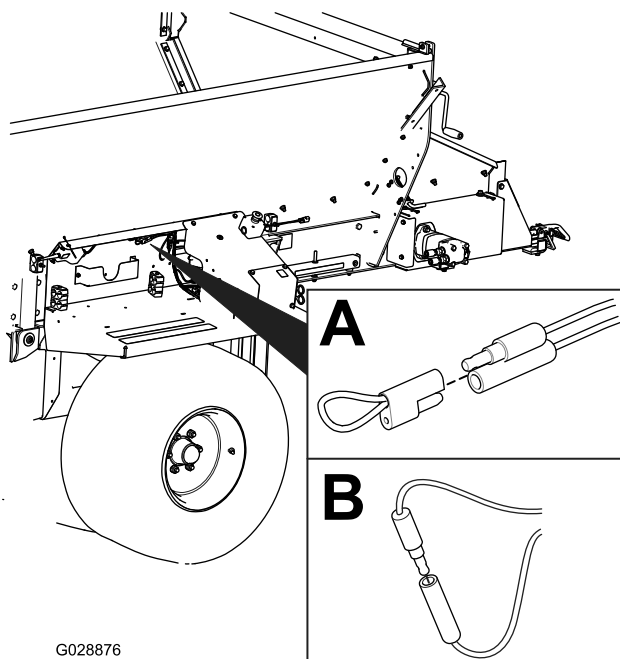

Figura 64
3. Collegate i connettori di derivazione di diagnostica tra loro (Figura 64 B).